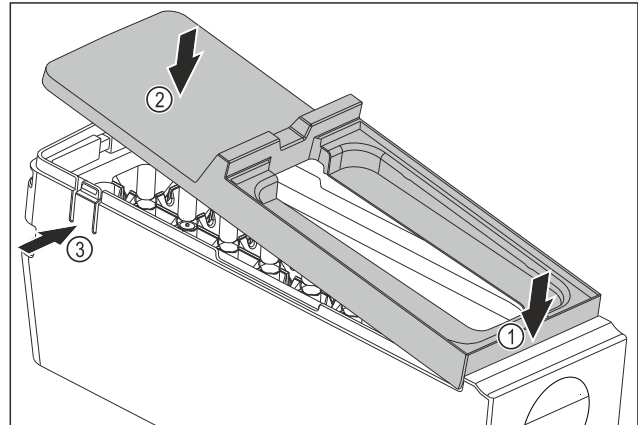

Fig. 148
- EasyTwist-Ice gövdesinin kapağını monte edin: Kapağı önden yerleştirin. Fig. 148 (1)
- Kapağı arkadan aşağı indirin. Fig. 148 (2)
- Kapak iki kulağı Fig. 148 (3) duyulur şekilde oturur.